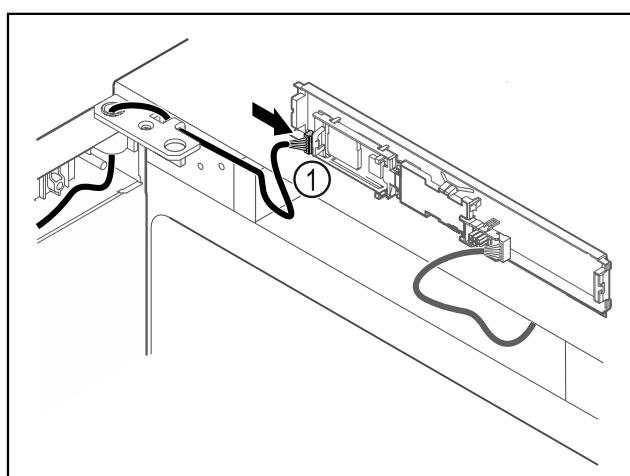

Fig. 63
- Sett pluggen Fig. 63 (1) inn i kretskortet.